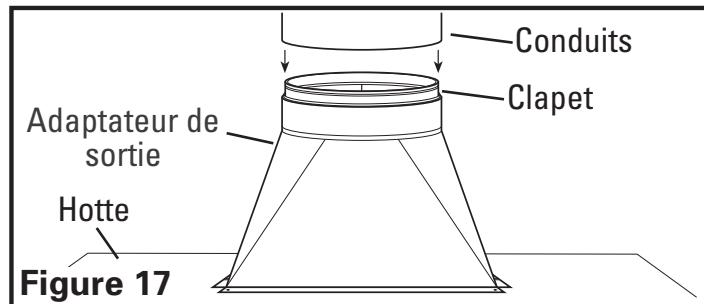

Figure 17
10. Raccordez les conduits à l'adaptateur de sortie et du clapet. Fixez en place en utilisant du ruban de gaine pour sceller tous les joints (Figure 17).